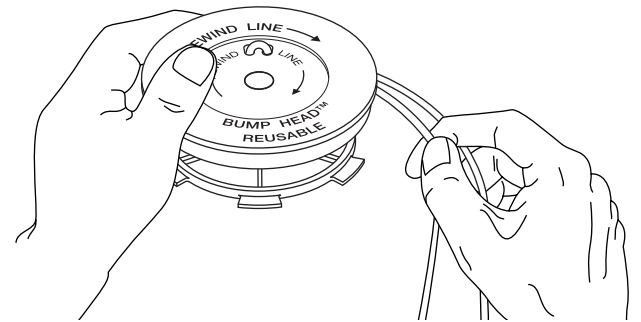

Fig. 17
- Enroulez les fils en couches uniformes serrées sur le moulinet (Fig. 17). Enroulez le fil dans le sens indiqué sur le moulinet intérieur. Placez votre index entre les deux fils pour les empêcher de se superposer. Ne superposez pas les extrémités du fil. Passez à l'étape 11.
8. Découpez environ 3 m (10 pi) de fil neuf. Insérez une extrémité de fil dans l'un des deux trous du moulinet intérieur (Fig. 17). Tirez le fil jusqu'à ne laisser que 10 cm (4 po) environ.